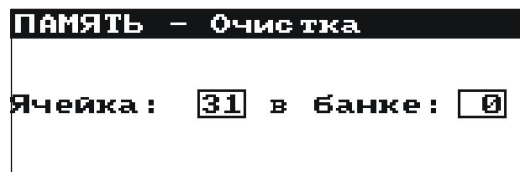

Рис.11. Очистка ячейки памяти: 0 – номер банка, 31 – номер ячейки, 0 – банк с минимум одной занятой ячейкой, 31 – ячейка занята
- клавишами  и  выбрать номер банка, а клавишами  и  номер ячейки, которую хотим очистить (Рис.11)